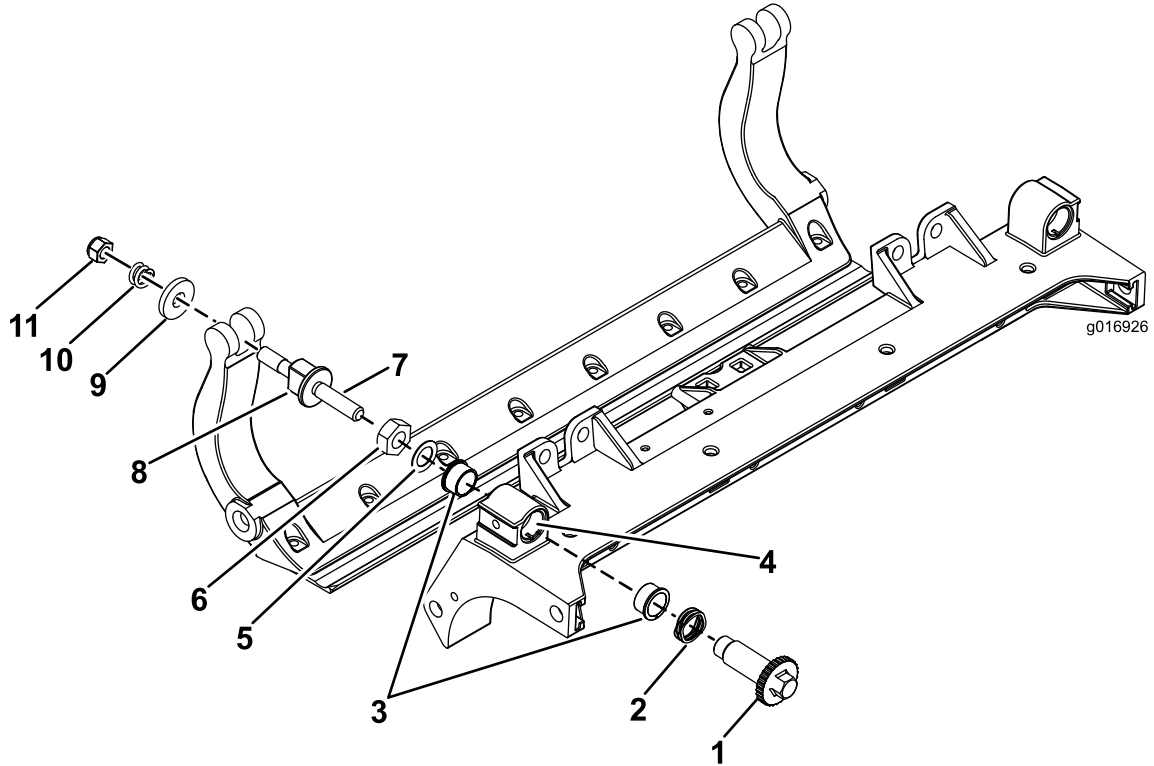

Bild 37
1. Entfernen Sie alle Teile (siehe *Installationsanleitung* für das HD-DPA-Kit und Bild 37).
2. Tragen Sie ein Gleitmittel innen im Büchsenbereich am mittleren Schneideinheitsrahmen auf (Bild 37).
3. Fluchten Sie die Keile an den Flanschbüchsen mit den Schlitten im Rahmen aus und setzen Sie die Büchsen ein (Bild 37).
4. Legen Sie eine Wellenscheibe auf die Einstellerwelle und schieben Sie die Einstellerwelle auf die Flanschbüchsen im Rahmen der Schneideinheit (Bild 37).
5. Befestigen Sie die Einstellerwelle mit einer Flachscheibe und einer Sicherungsmutter (Bild 37).
12. Legen Sie eine Stahlscheibe außen auf jede Nylonscheibe (Bild 37).
Hinweis: Die Scheiben innen können einen Abstand aufweisen (**Bild 37**).
15. Ziehen Sie die Mutter an jedem Untermesserträgereinsteller an, bis die Druckfeder ganz zusammengedrückt ist, lösen Sie die Mutter dann um eine halbe Umdrehung (**Bild 37**).